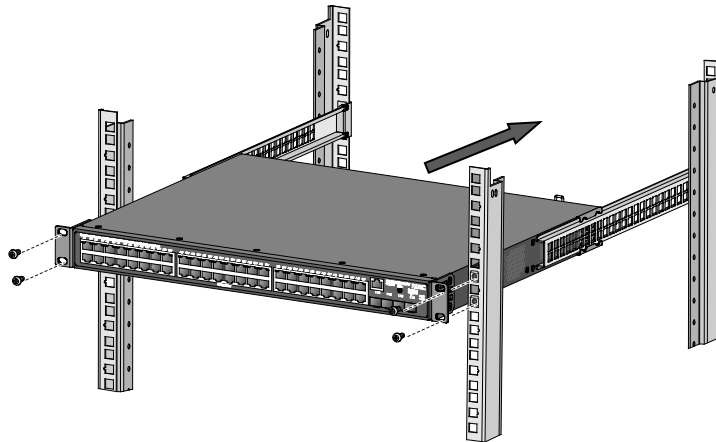

図 3-11 装置本体のスライド
- 図 3-11に示すように、一人が装置本体を持ち、19インチラックの支柱のレール金具にスライダ金具を結合してください。スライダ金具が19インチラックの支柱に合うまでレール金具をスライドさせます。なお、図 3-11に示す設置図の装置は実際の製品とは異なりますが、設置方法は同様です。